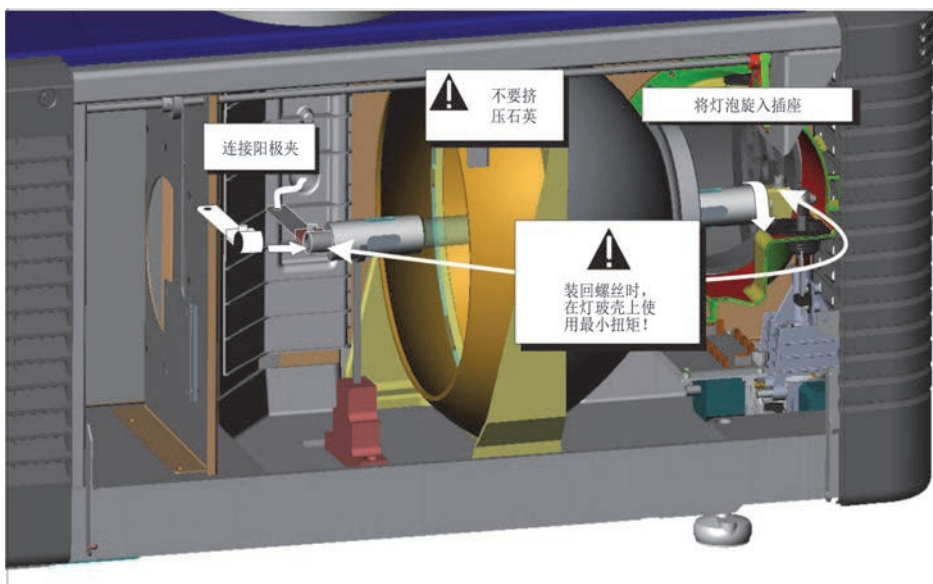

图 4-2 安装新灯泡
- b. 将灯泡有螺纹的阴极 (-) 端插入位于灯泡室后侧的负极灯泡接头螺母中。(图 4-2) 用双手将此端拧入螺纹螺母中并用手拧紧。**当心！ 1)** 只能拿住灯泡的阴极/阳极端轴，决不能拿住玻璃。**不要过度拧紧。不要以任何方式对玻璃施加压力。 2)** 检查导线。确保灯泡和启动器之间的阳极 (+) 导线远离数字电影放映机的任何金属部分，例如反射器或防火墙。
- c. 将灯泡的阳极 (+) 放在阳极叉架上，并将正极灯泡接头滑到灯泡端上。(图 4-2) 使用 5 毫米艾伦内六角扳手与阳极夹一起挤压，确保不在灯泡石英管上施加任何扭矩。**重要！** 确保灯泡阳极端的“扁平”部分朝上。**警告！** 爆炸危险 - 不要对灯泡的阳极端施加扭矩。